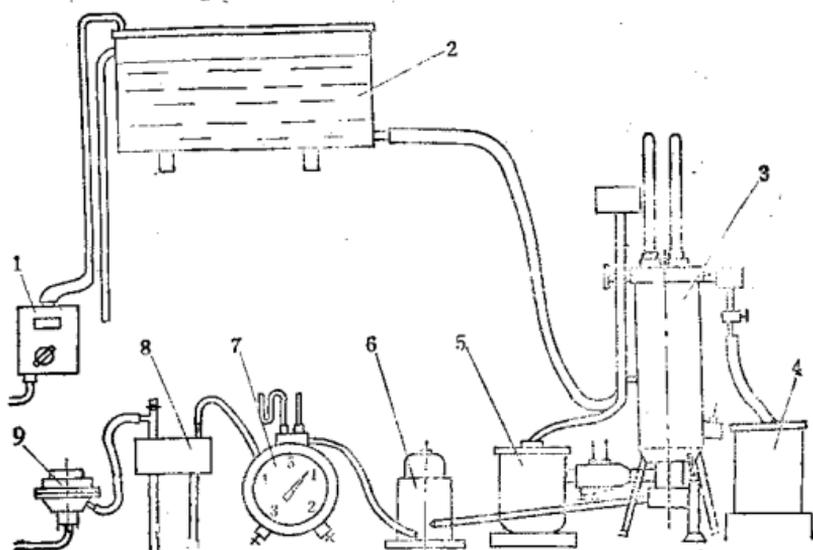

图 2
7.1 将热量计与检定用设备按图 2 连接，其接头及管路之间不能有泄漏。作气密性试验时，气体压力为  $490.3\text{ Pa}$  ( $50\text{ mmH}_2\text{O}$ )，在  $5\text{ min}$  内其压力保持不变。